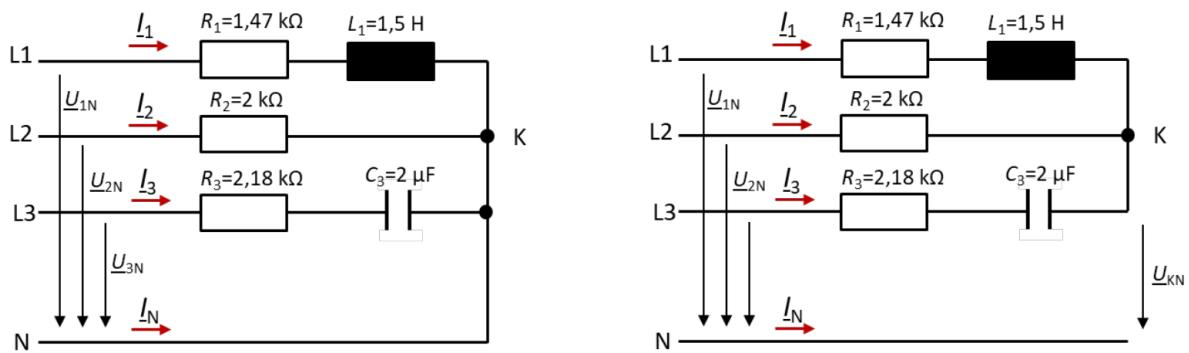

Abbildung 7: Last a mit und ohne angeschlossenen Neutralleiter (Gruppe XXa)
- e) An einem Vierleiter-Drehstromnetz mit der konstanten Außenleiterspannung  $U = 380 \text{ V}$  sind nach Abbildung 7 unsymmetrische Lasten angeschlossen. Bestimmen Sie rechnerisch und grafisch den Strom im Nullleiter, legen Sie dazu  $\underline{U}_1$  in die reelle Achse,  $f = 50 \text{ Hz}$ !